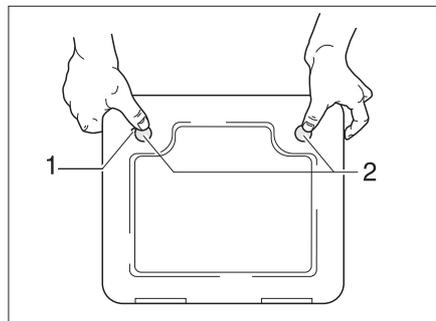

Bild 145 Klappe für die Toiletten-Kassette
- Die Klappe für die Kassette außen am Fahrzeug öffnen. Dazu den Schlüssel in den Schließzylinder des Druckschlösses (Bild 145,1) stecken und eine viertel Umdrehung drehen.
- Beide Druckschlösser (Bild 145,2) gleichzeitig mit dem Daumen drücken und die Klappe für die Kassette öffnen.